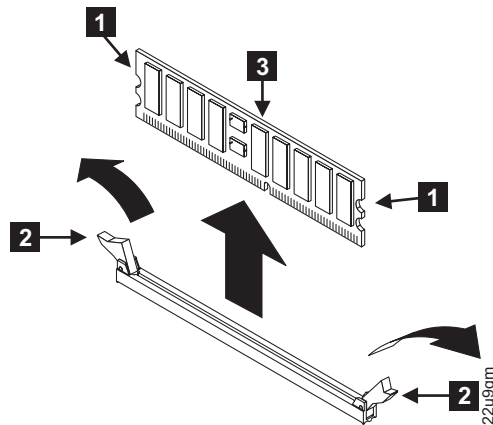

図 104. メモリー・モジュールの取り外し
4. クリップ **2** を外側に押しながら開きます。このアクションで、メモリー・モジュール **3** をコネクタから引き出します。図 104を参照してください。